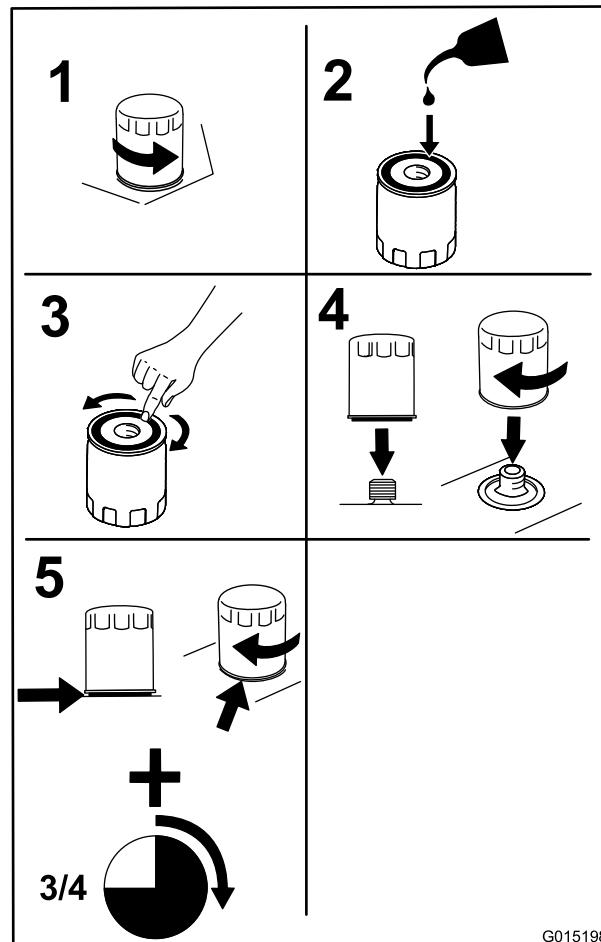

Figura 34
3. Cambie el filtro de aceite del motor, según se muestra en Figura 34.